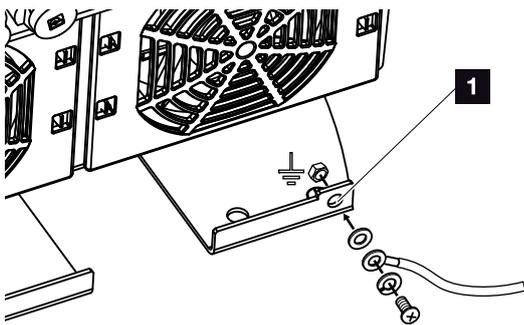

Fig. 23 : Raccordement PE externe propre à chaque pays
11. Dans les pays imposant un second raccordement à la terre (PE), raccorder celui-ci à l'endroit indiqué du boîtier (externe). **🔧** Fig. 23, pos. 1